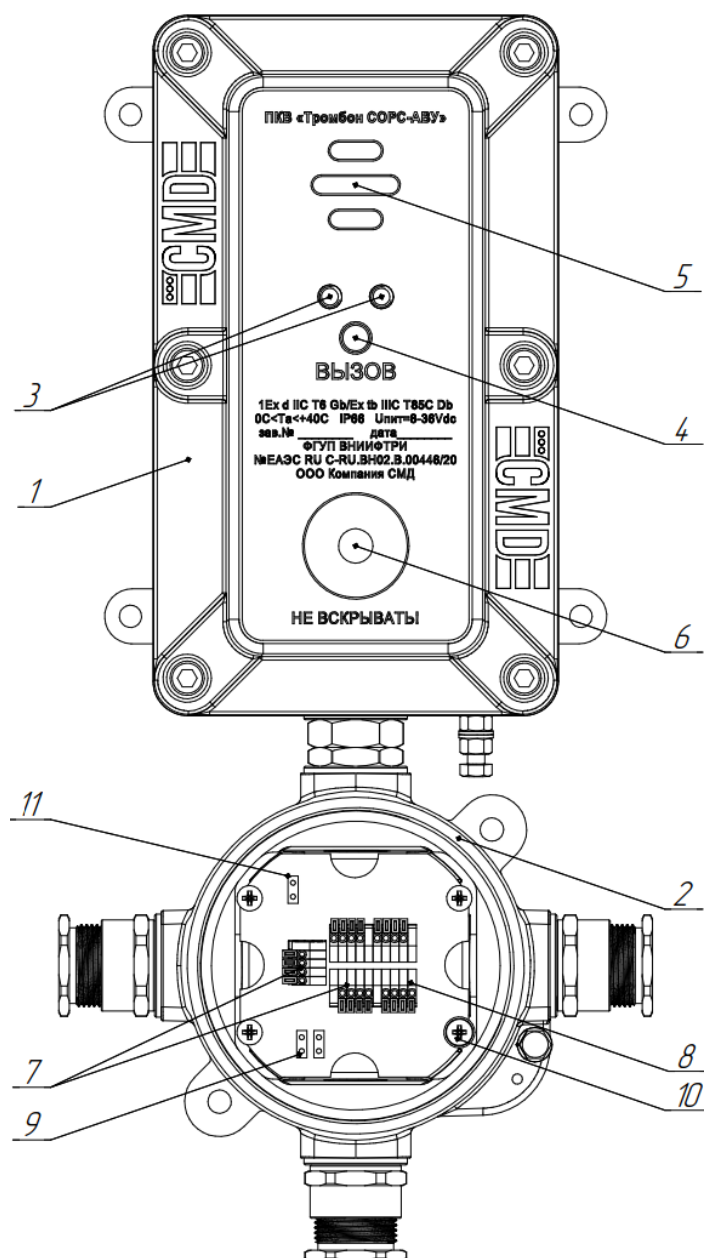

Рис. 1. Внешний вид ПКВ «Тромбон СОРС АВУ» со снятой крышкой коммутационной коробки.
5). Подключите к винту заземления внутри корпуса (рис. 1, поз. 10) экранирующую оплетку кабеля связи с ЛБС.
При изменении конфигурации системы или установке в систему ранее использованного АБУ, необходимо выполнить смену его адреса на заводской (по умолчанию). Только после этого возможно запрограммировать это АБУ в систему. Для смены адреса на заводской необходимо на клеммы АБУ рис. 1 поз. 11 установить перемычку, после этого подать питание на АБУ. Адрес АБУ будет заменен на заводской. После этого необходимо снять перемычку и запрограммировать АБУ в систему.